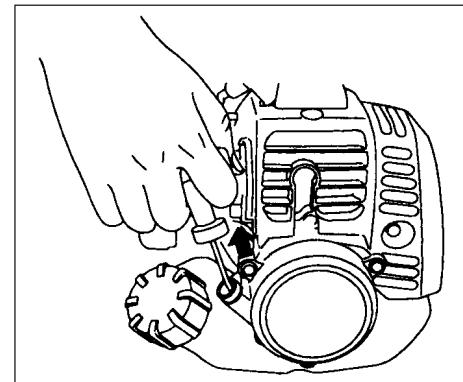

Fig. 2-3B
4. Træk rekylstarteren kvikt, sorg for godt greb i håndtaget, så det ikke smutter tilbage. (Fig. 2-3B)